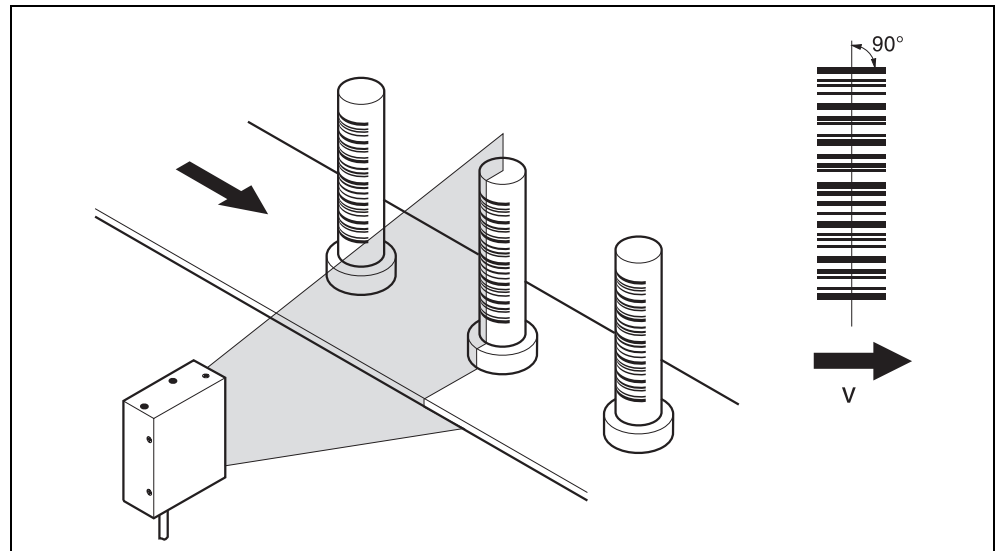
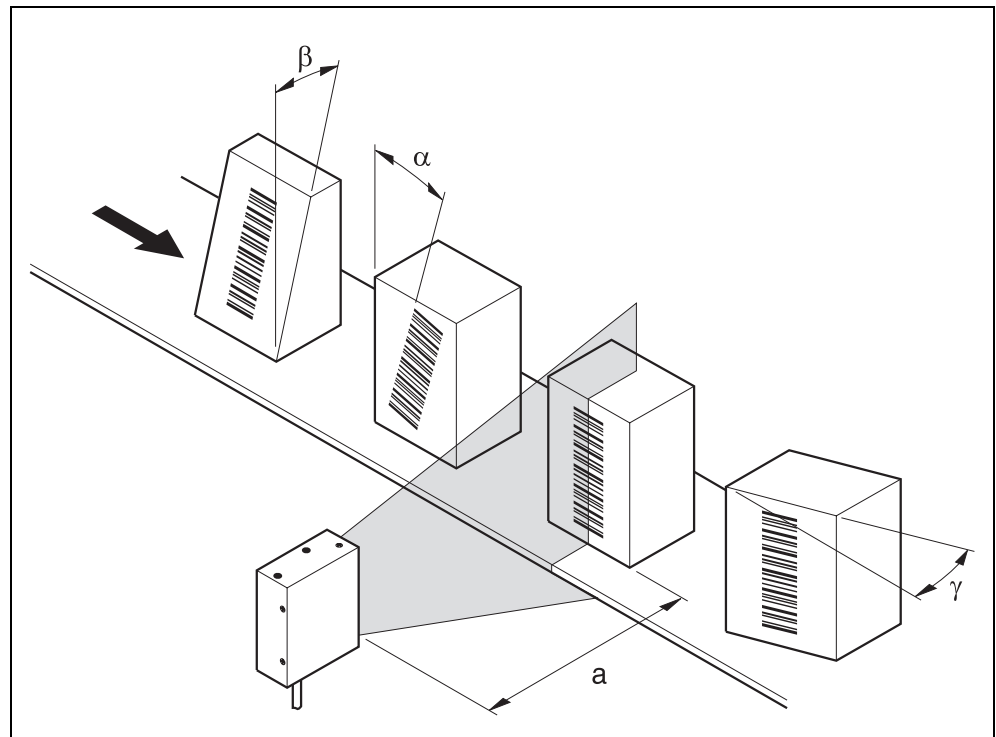

Abb. 4-3: 90° -Winkel zwischen Scanlinie und Barcode-Strichen
Abb. 4-4: Auftretende Lesewinkel zwischen Scanlinie und Barcode-Strichen
Die optimale Ausrichtung des CLP 100 ist bei einem Winkel von 90° zwischen Scanlinie und Barcode-Strichen erreicht (siehe Abbildung 4-3). Mögliche Lesewinkel, die zwischen Scanlinie und Barcode-Strichen auftreten können, müssen beachtet werden (siehe hierzu Abbildung 4-4 und Tabelle 4-1).
1. CLP 100 so ausrichten, dass der Winkel zwischen Scanlinie und Barcode-Strichen 90° beträgt. Dabei mögliche auftretende Lesewinkel berücksichtigen (siehe Abbildung 4-4).